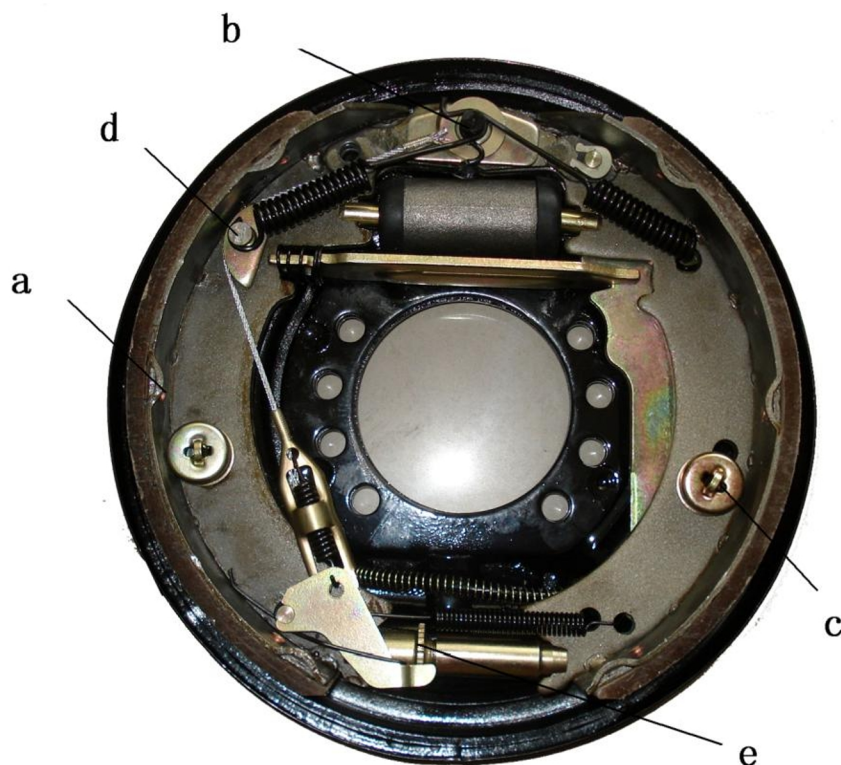

Abb. 9-10
- (1) Schmiermittel auf die in Abb. 9-10 gezeigten Schmierstellen auftragen.